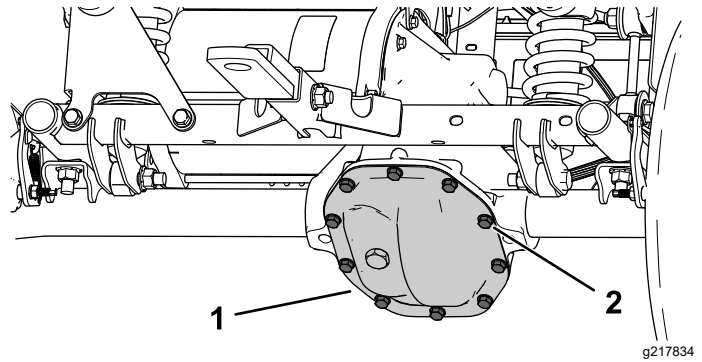

Bild 55
2. Entfernen Sie die Schrauben von der Getriebeabdeckung und lassen Sie die Flüssigkeit ganz ab (Bild 55).
1. Stellen Sie eine Auffangwanne unter die Getriebeabdeckung (Bild 55).